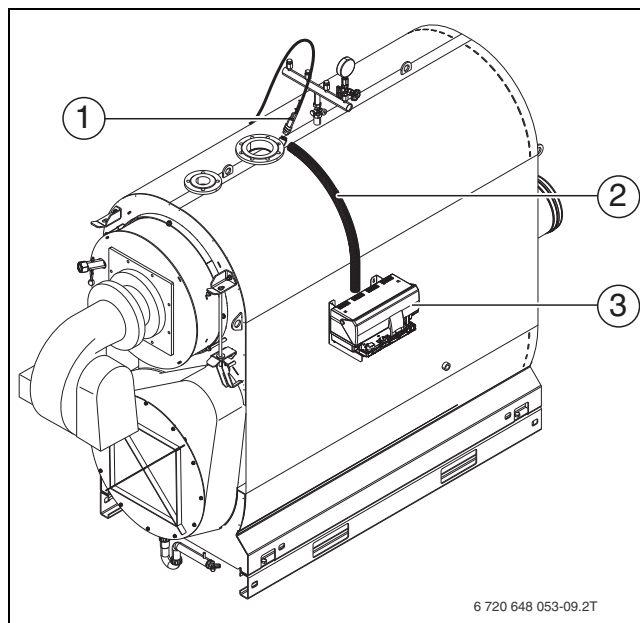

Рис. 26 Кабельный канал к системе управления
Датчики предохранительного ограничителя температуры (STB) и регулятора температуры (TR) **должны** устанавливаться на месте монтажа оборудования (→ рис. 26, [1], стр. 25) на верхней стороне котла.
Точка замера находится сверху на корпусе котла (→ рис. 26, [1], стр. 25).